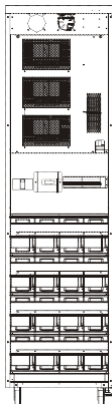

Fig.11
6. Zabezpiecz każdą zamocowaną płytę czterema wkrętami (patrz Fig. 11).